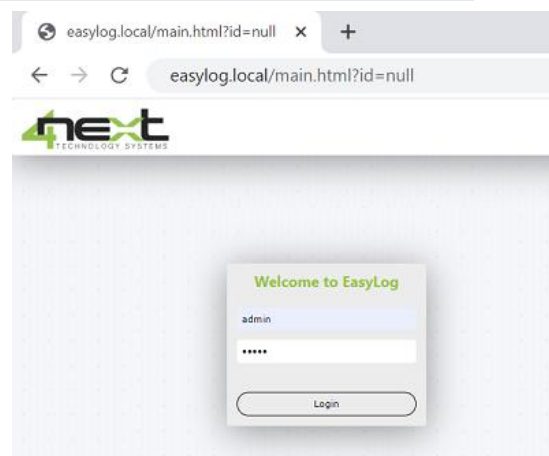

Fig. 7 Login
La prima schermata (Fig. 7) è la pagina di autenticazione tramite nome utente e password. I valori di default sono:
I valori di default sono **Username:** admin **Password:** admin (Fig. 7)
13. Selezionare "Network" dal menu Configurations per impostare i parametri di rete di EasyNET in conformità con quelli della vostra rete Ethernet. Per esempio, se nella schermata originale di Fig.7 l'indirizzo IP era 192.168.10.1, impostare EasyNET su 192.168.10.100 (esempio in Fig. 15)